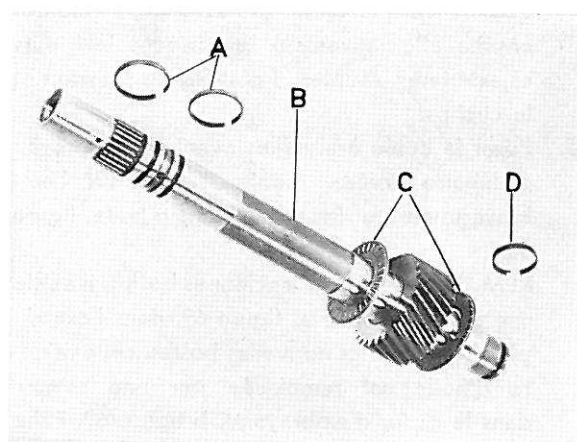

Figure 68. Planétaire arrière et arbre
15. Poser la butée à aiguilles avant sur l'arbre du planétaire arrière. Monter l'arbre sur l'embrayage arrière. Poser les joints d'huile, figure 68.